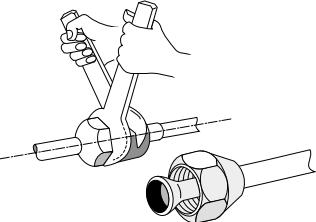

Рис. 12
- Затягивайте гайку, пока не почувствуете сопротивление. Пометьте гайку и фитинг. С помощью подходящего ключа сделайте еще четверть оборота (см. рис. 12). В зависимости от размера соединения, моменты затяжки должны иметь следующие значения: